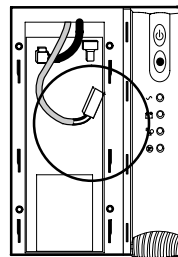

Abbildung 4 Die Schutzabdeckung entfernen
- 4 Die Schutzabdeckung der internen Batterieverbindung entfernen (siehe Abbildung 4).